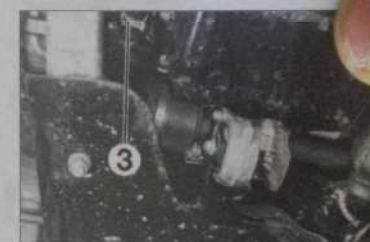

Fig. 46
- Vidanger le radiateur en désaccouplant la durit (3) du boîtier d'entrée d'eau à l'aide de la pince (4) et diriger l'extrémité du tuyau vers un bac de récupération (Fig. 46).